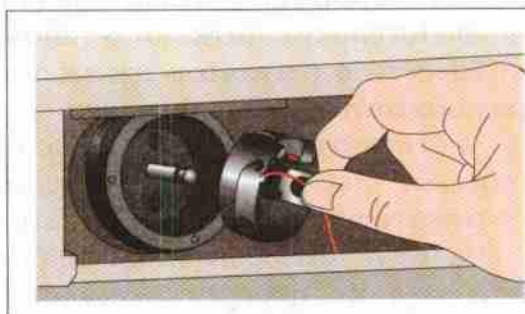

Рис. 73. Установка шпульного колпачка в челночное устройство
3. Приподнять защёлку и надеть шпульный колпачок на штифт челночного устройства до упора. При этом вырез шпульного колпачка должен быть расположен вверх (рис. 73).